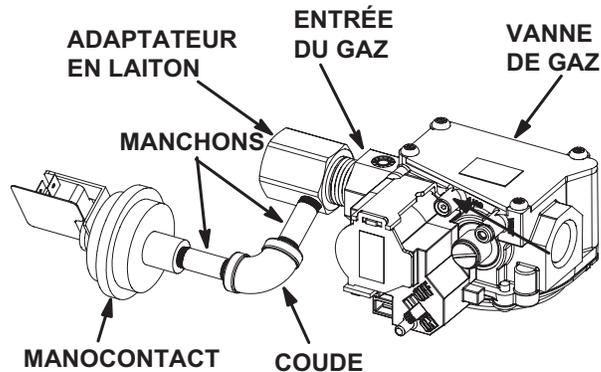
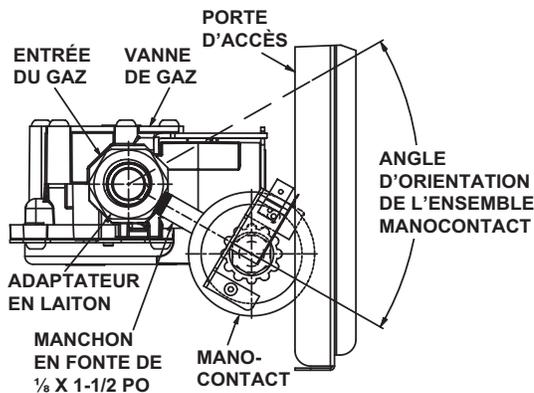

Figure 3
Figure 4
- 12 - Installer les composantes du manocontact comme illustré à la Figure 3. Afin de pouvoir fermer la porte, orienter le manocontact plus bas que la vanne de gaz. Voir Figure 4.